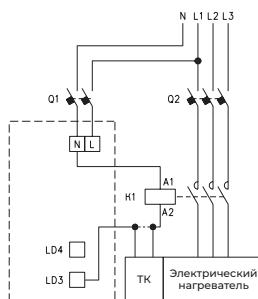

Рис. 19. Схема подключения трехфазного электронагревателя
Если у нагревателя имеются термоконтакты (TK), их следует подключить в разрыв питания катушки контактора (см. рис. 19).